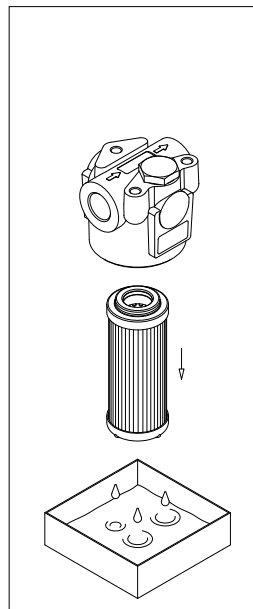

fig. 18
- (Fig. 18) Estrarre l'elemento filtrante